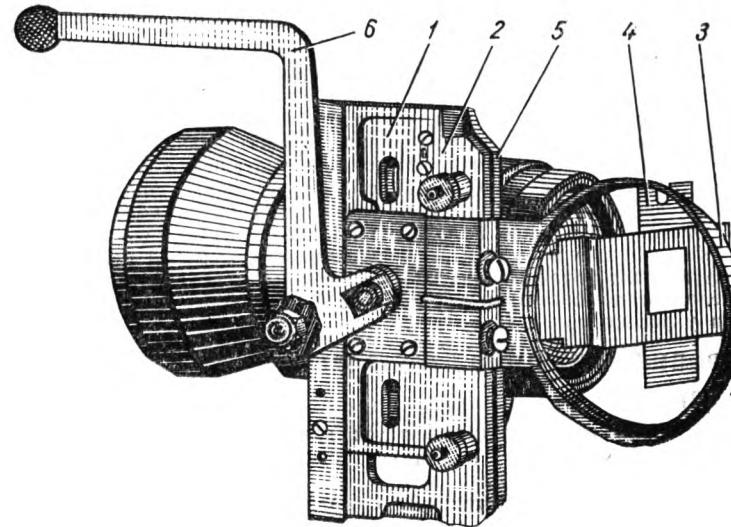

Рис. 13. Механизм совмещения кадра с кадровым окном.
6.3. МЕХАНИЗМ СОВМЕЩЕНИЯ КАДРА С КАДРОВЫМ ОКНОМ (Рис. 13)